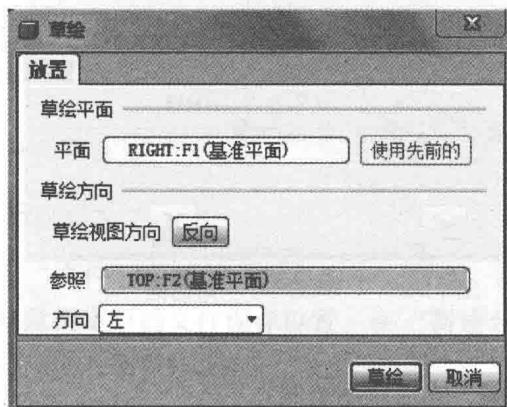

图1-24 “草绘”对话框
① 单击 $\square$ 按钮，在弹出的下滑面板中单击 $\square$ 按钮，系统弹出“草绘”对话框，如图1-24所示。